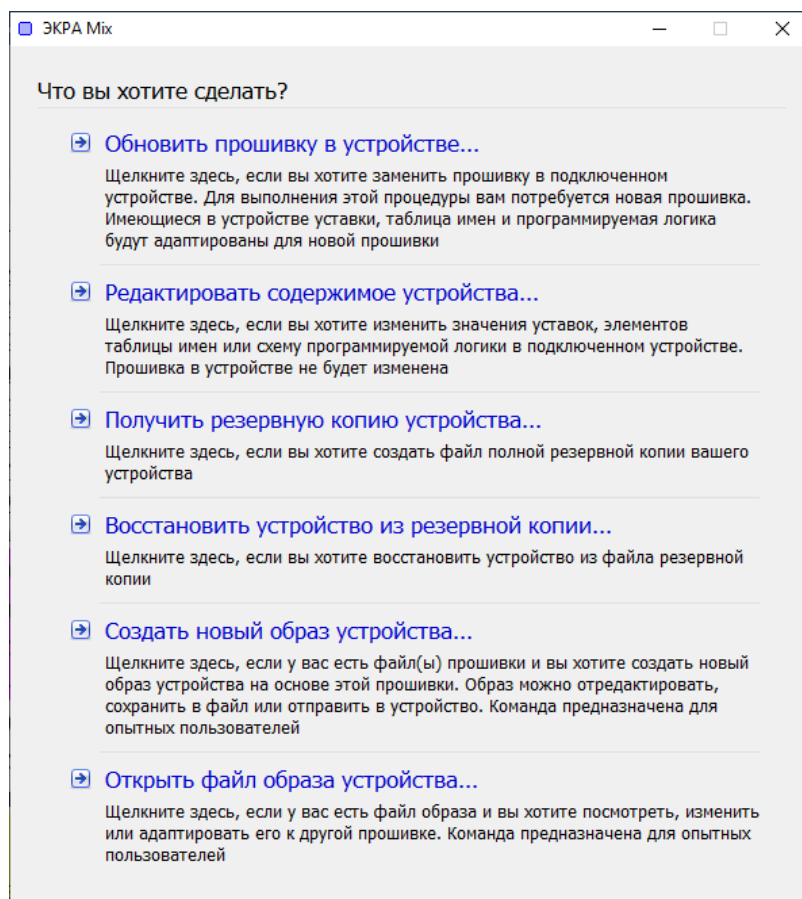

Рис. 36. ЭКРА Mix
7) Запустить «Mix» (рис. 36). Выбрать «Открыть файл образа устройства...».